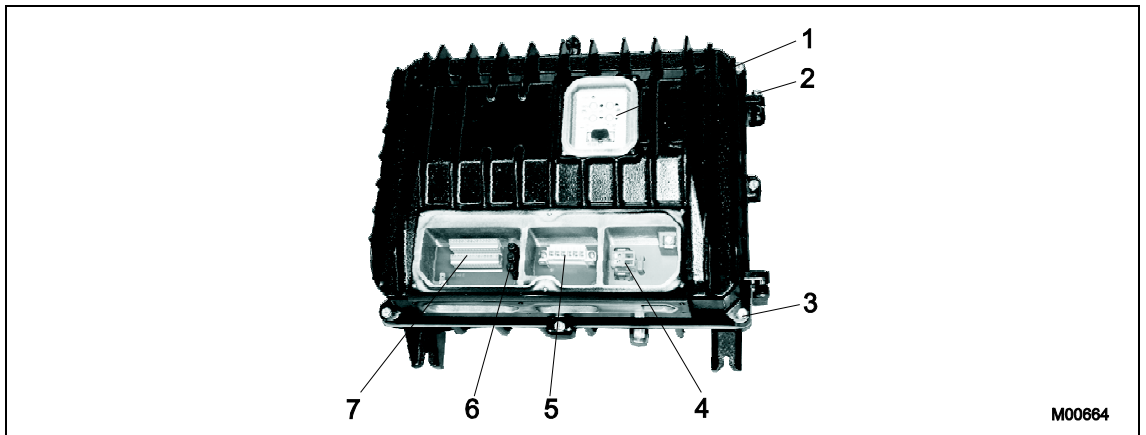

Рис. 9: Отсек подключения
2. Вывинтить болты крышки (Рис. 9).
6. Вывинтить шарнирные болты (Рис. 9).
3. Закрыть корпус и завинтить болты крышки (Рис. 9).